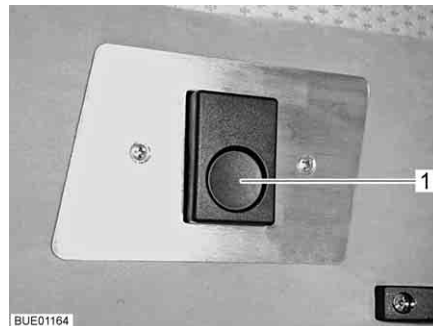
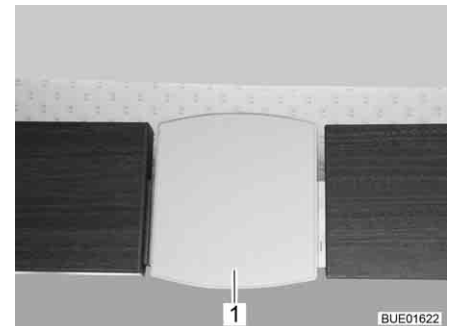

Fig. 126 Sbloccaggio (Aviano)
Fig. 127 Sbloccaggio (Viseo)
- Premere il bottone di sbloccaggio (Fig. 126,1) o sfilare verso il basso la piastra di sbloccaggio (Fig. 127,1). Il bloccaggio viene sbloccato.